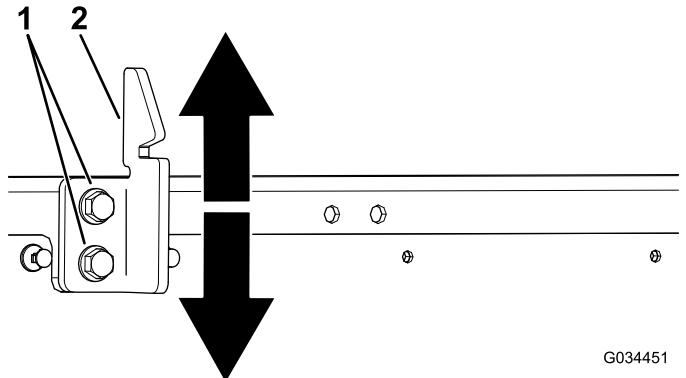

Figura 11
3. Afloje los 2 pernos del cerradero de la plataforma y mueva el cerradero hacia arriba o hacia abajo, dependiendo de si está demasiado alto o demasiado bajo (Figura 11).
4. Apriete los 2 pernos del cerradero de la plataforma (Figura 11).